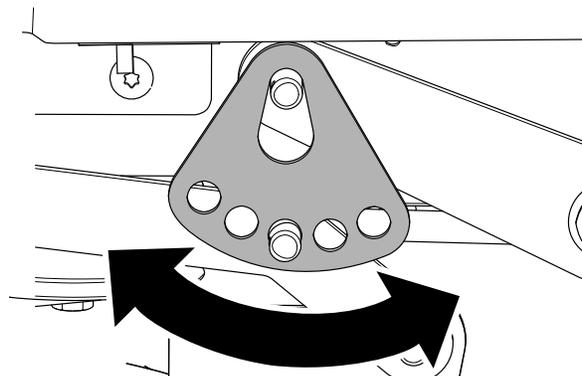

**Figure 67**
6. Retirez la goupille fendue et la rondelle de l'axe inférieur du bras de levage (Figure 67).